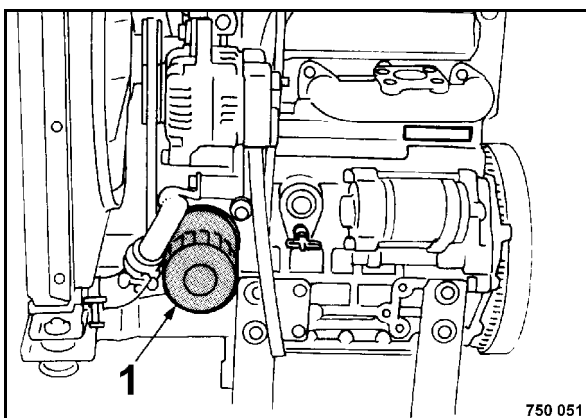

Рис. 94
- Отвинтить фильтрующий элемент (1) (Рис. 94) с помощью соответствующего ленточного ключа.